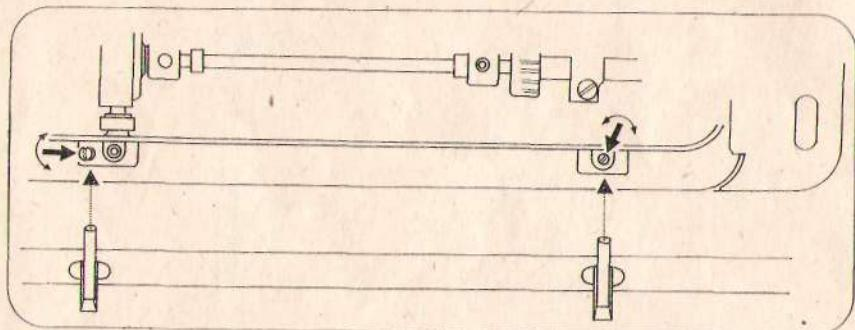

рис. 3
3. Вставка швейной машины в швейную мебель (рис. 3)
рис. 3а
3.1. Размещение машины с пускателем и коробкой для принадлежностей в складной сумке (рис. 3а)
рис. 3б
3.2. Углубления для надёжной переноски машины (рис. 3б)